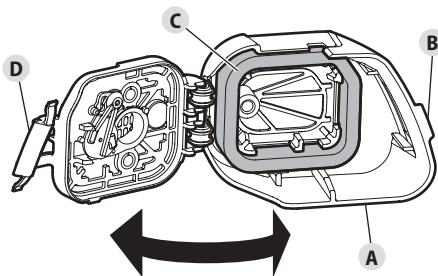

Fig. 19
1. Ouvrez le couvercle du filtre à air (Fig. 19-A) : Faites un crochet avec vos doigts derrière la languette du couvercle (Fig. 19-B). Pour déverrouiller le couvercle du filtre à air, tirez-le vers la gauche, en l'éloignant du moteur. Vous devrez peut-être tirer fortement. Faites basculer le couvercle du filtre vers la droite.
2. Retirez le filtre à air (Fig. 19-C) de l'intérieur du couvercle du filtre.
7. Fermez le couvercle du filtre à air : basculez le couvercle du filtre vers la gauche et appuyez dessus jusqu'à ce que la patte de verrouillage (Fig. 19-D) s'enclenche en position fermée.